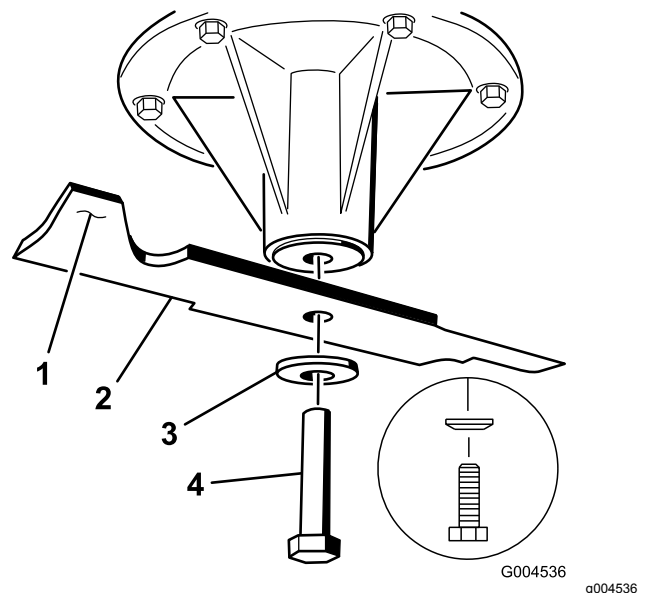

Figure 95
1. Placez la lame sur l'axe (Figure 95).
2. Mettez en place la rondelle élastique et le boulon de la lame (Figure 95).
Remarque: Le cône de la rondelle élastique doit être dirigé vers la tête du boulon (Figure 95).